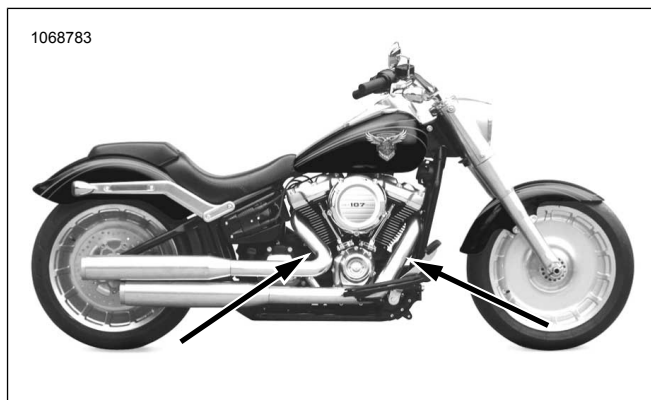

Figure 22. Emplacements de la sonde d'oxygène (côté intérieur des tuyaux d'échappement)
Consultez Figure 22, Figure 52 et Tableau 5 Installez les sondes d'oxygène chauffantes à large bande (2). À l'aide de la douille pour sonde d'oxygène (numéro de pièce HD-48262-A), serrez à :